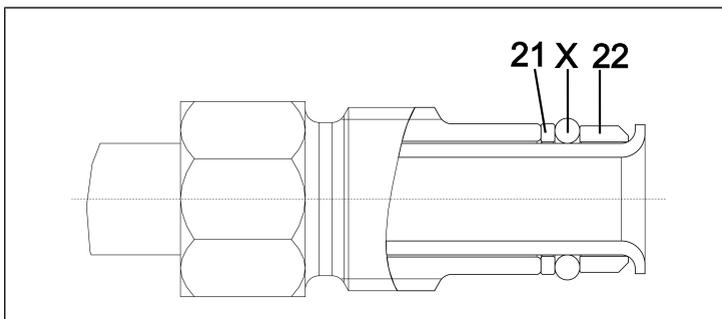

Abb.31: Korrekte Position des O-Rings
2. Wechseln Sie die O-Ringe (16) und (17) an der Schlauchverbindung Abscheider (11).
3. Wechseln Sie den O-Ring (15) an der Schlauchverbindung Hochleistungskondensator (12).
**i** Achten Sie beim Wechsel der O-Ringe auf die korrekte Position der neuen O-Ringe (zwischen Hülse (22) und Gleitscheibe (21); siehe Abb. 31).